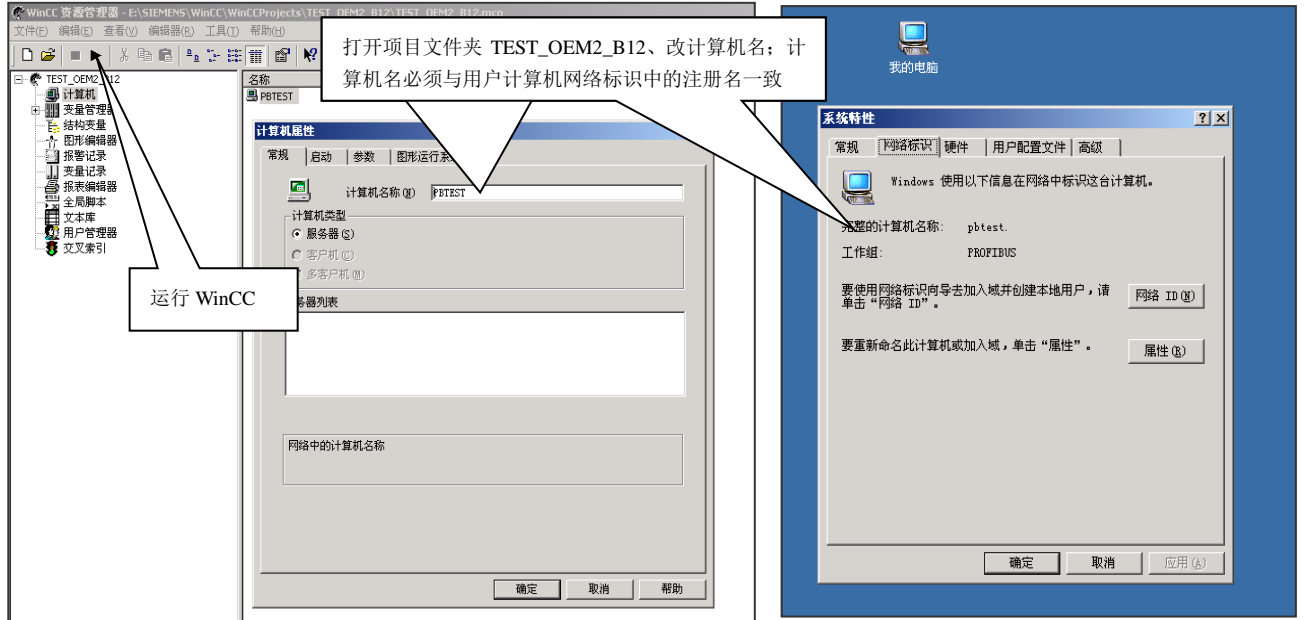

图 5.28
(2) 进入 WinCC、打开项目文件夹 TEST_OEM2_B12, 改计算机名。见图 5.28